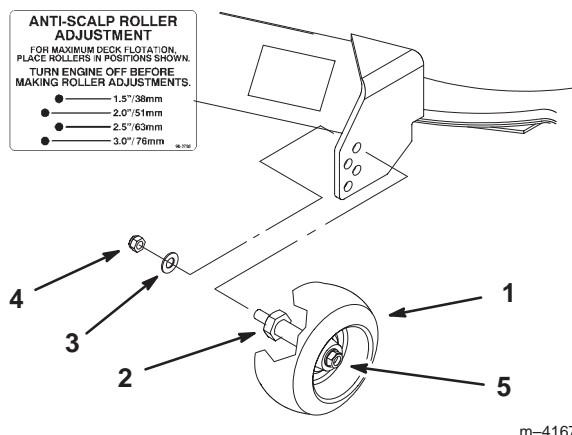

Figure 22
2. Lorsque la hauteur de coupe est réglée, enlevez l'écrou et la rondelle tout en maintenant le goujon avec une clé (Fig. 22).
Remarque : N'enlevez pas l'écrou et la rondelle de la roue (Fig. 22).
3. Choisissez le trou pour que la roue de jauge se trouve le plus près possible de la hauteur de coupe correspondante voulue (Fig. 22).
4. Remettez l'écrou et la rondelle sur le goujon (Fig. 22).